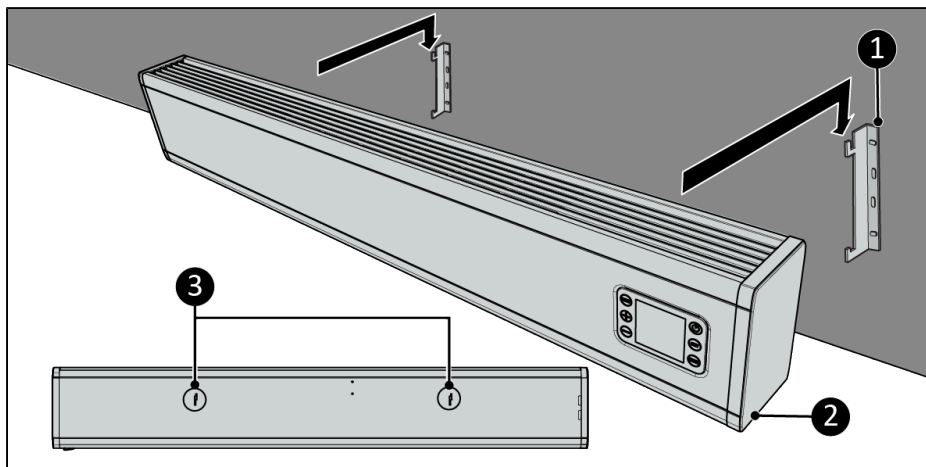

Figur 89.
1. Enheden skal anbringes på en vandret og solid overflade. Brug et vaterpas, når du placerer enheden (Figur 89, pos. 1).
2. Anbring enheden med en minimumsafstand (Figur 89) på: